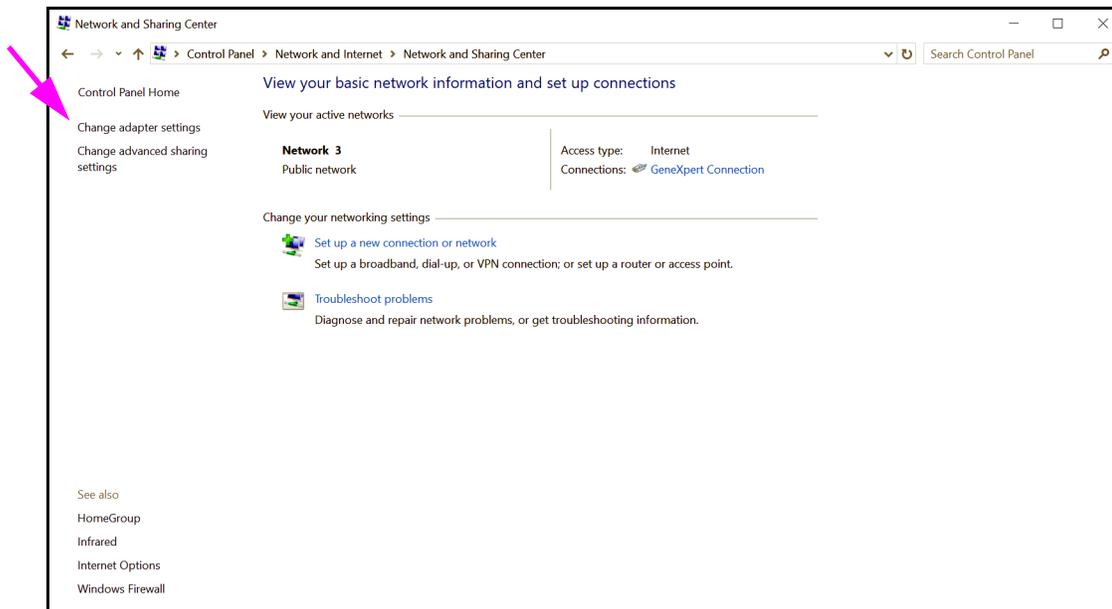

Figure 2-45. Écran Network and Sharing Center (Centre Réseau et partage)
4. Cliquez sur **View network status and tasks (Afficher l'état et la gestion du réseau)**. L'écran **Network and Sharing Center (Centre Réseau et partage)** s'affiche. Voir la Figure 2-45.